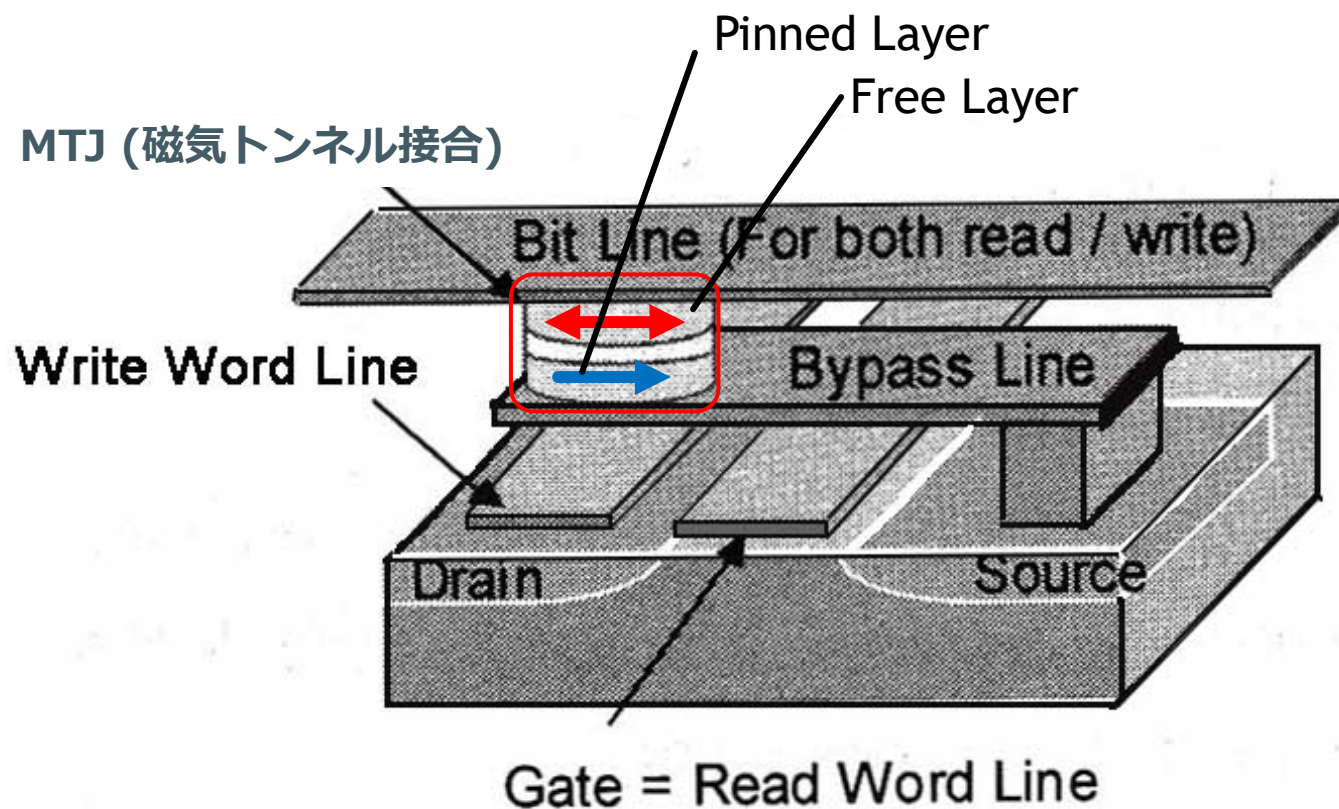

図8 MRAMの構成を表す図
- ▶ MRAM (magnetic random-access memory)は記憶素子に磁性体を用いた不揮発メモリの種類です。図8に示すように、MTJと半導体のCMOSが組み合わされた構造となっています。直交する2つの書き込み線に電流を流し、得られた磁場が反転磁場 H_K を超えると、磁気状態を書き換えることができます。